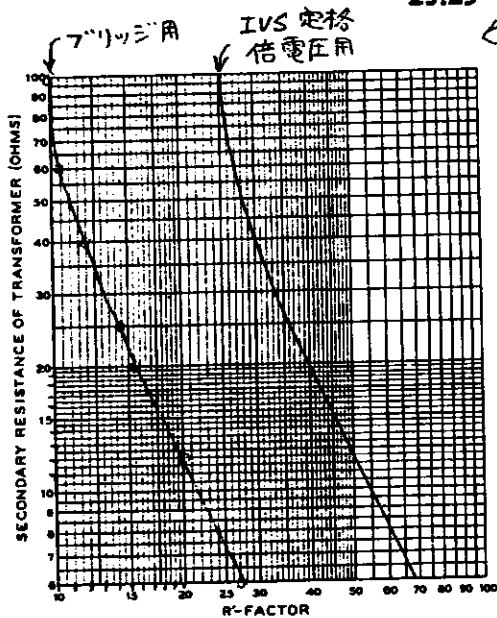

Figure 32
23.25 ← (Fig. 32 "Radio Handbook" より)